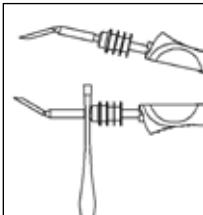

Abbildung 9a
- Lötspitze/Entlöteinsatz mit Spitzenwechsellpinzette greifen und vorsichtig nach vorne abziehen (Abb. 9a + 9b).